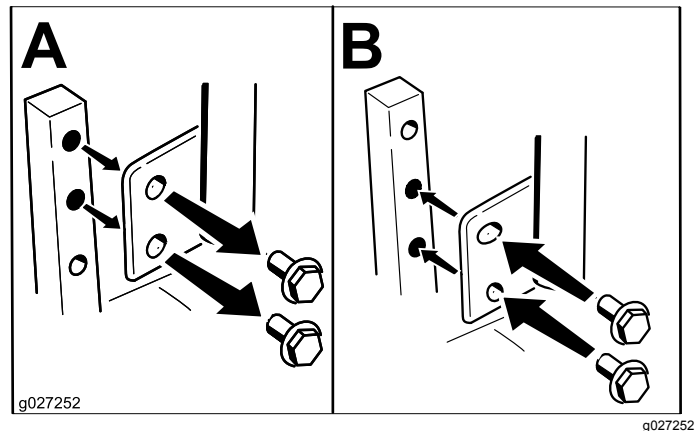

Bild 10
Die Höhe der Fahrtriebshebel kann für den optimalen Bedienerkomfort nach oben oder unten angepasst werden (**Bild 10**).
2. Lösen Sie die untere Schraube etwas, sodass der Schalthebel sich nach vorne oder nach hinten drehen lässt (Bild 10).